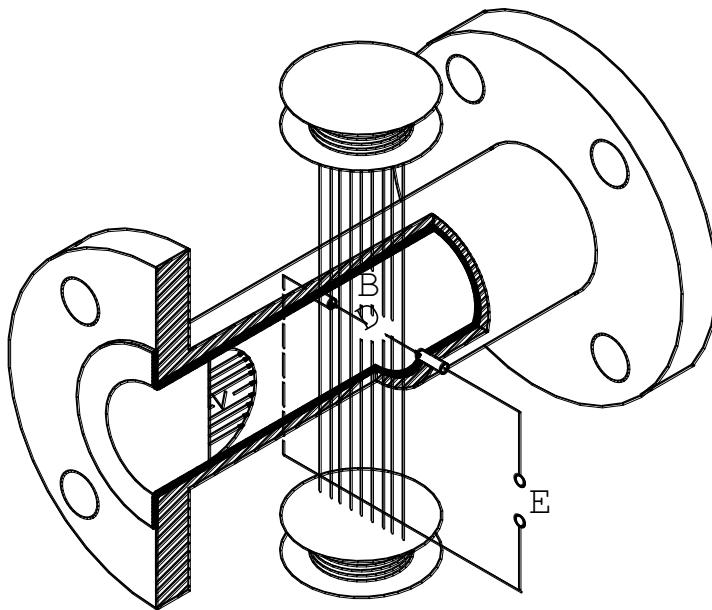

Рис.4.1
4.1.1 Принцип действия расходомера основан на явлении электромагнитной индукции (см. рис.4.1).
4.2.3 ППР представляет собой отрезок трубопровода из немагнитного материала (см. рис. 4.1), внутренняя поверхность которого футерована диэлектриком (фторопластом). В диаметрально противоположных стенках трубопровода установлены два электрода, контактирующие с измеряемой средой и предназначенные для съёма ЭДС индукции ( $E$ ). Благодаря такой конструкции ППР расходомер вносит минимальное гидравлическое сопротивление в поток жидкости. Магнитная система ППР состоит из двух согласно включённых катушек возбуждения и магнитопровода. ЭДС индукции усиливается в блоке аналоговой обработки ППМ, преобразуется в цифровую форму и поступает затем в блок цифровой обработки сигнала. Блок аналоговой обработки сигнала также формирует ток, поступающий на катушки возбуждения магнитной системы ППР.